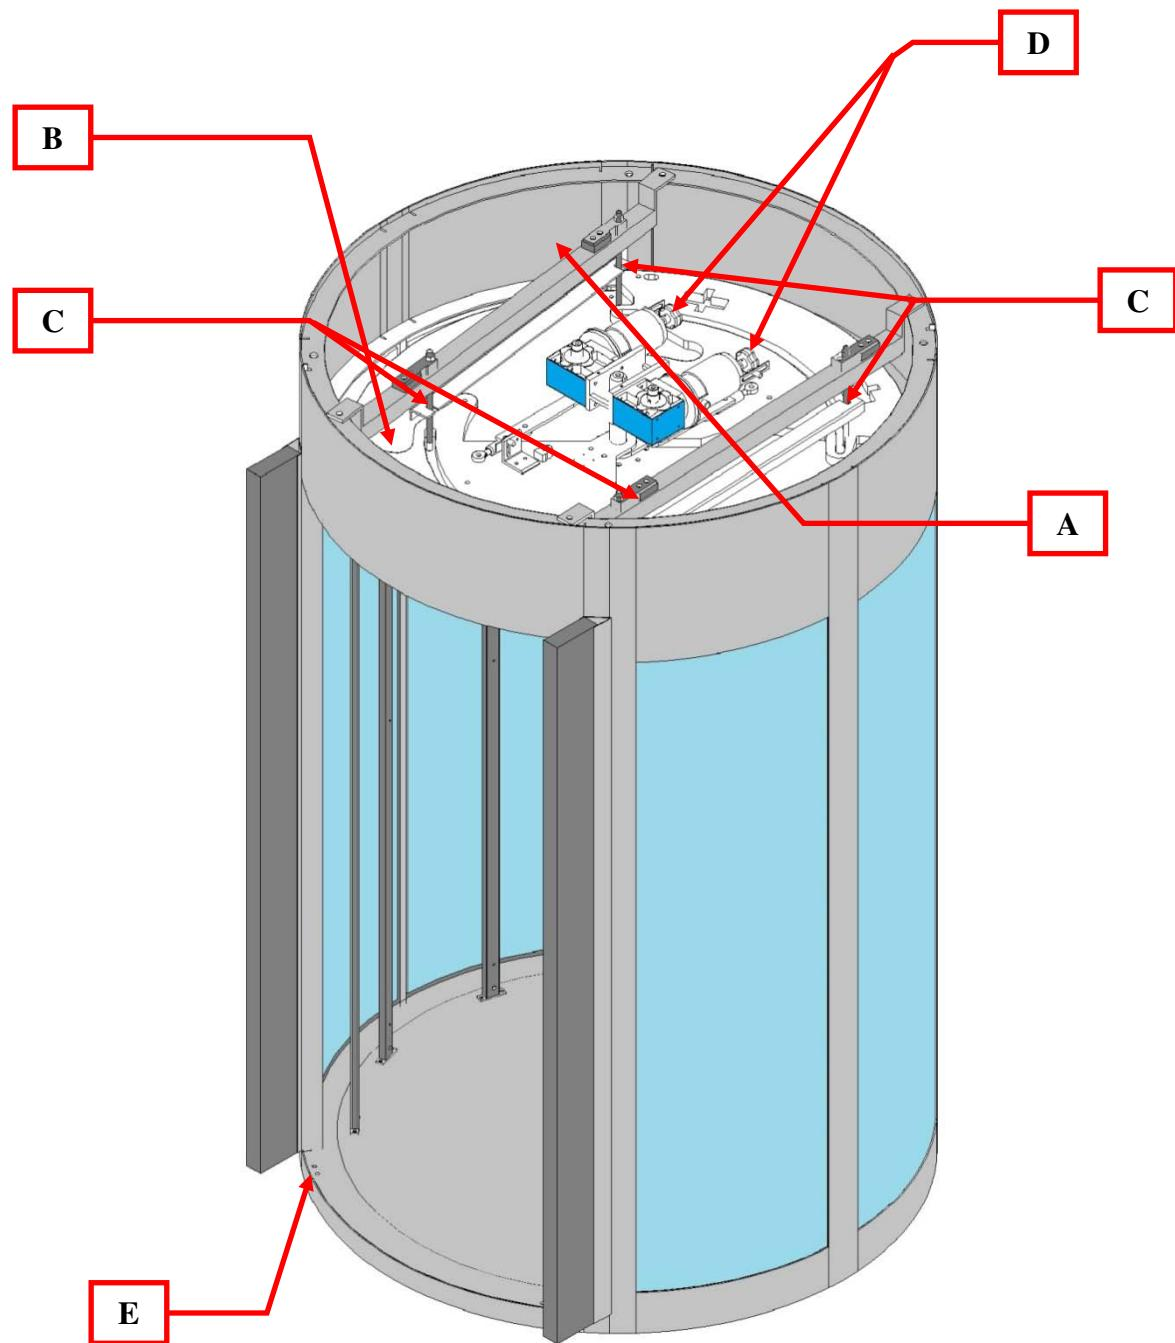
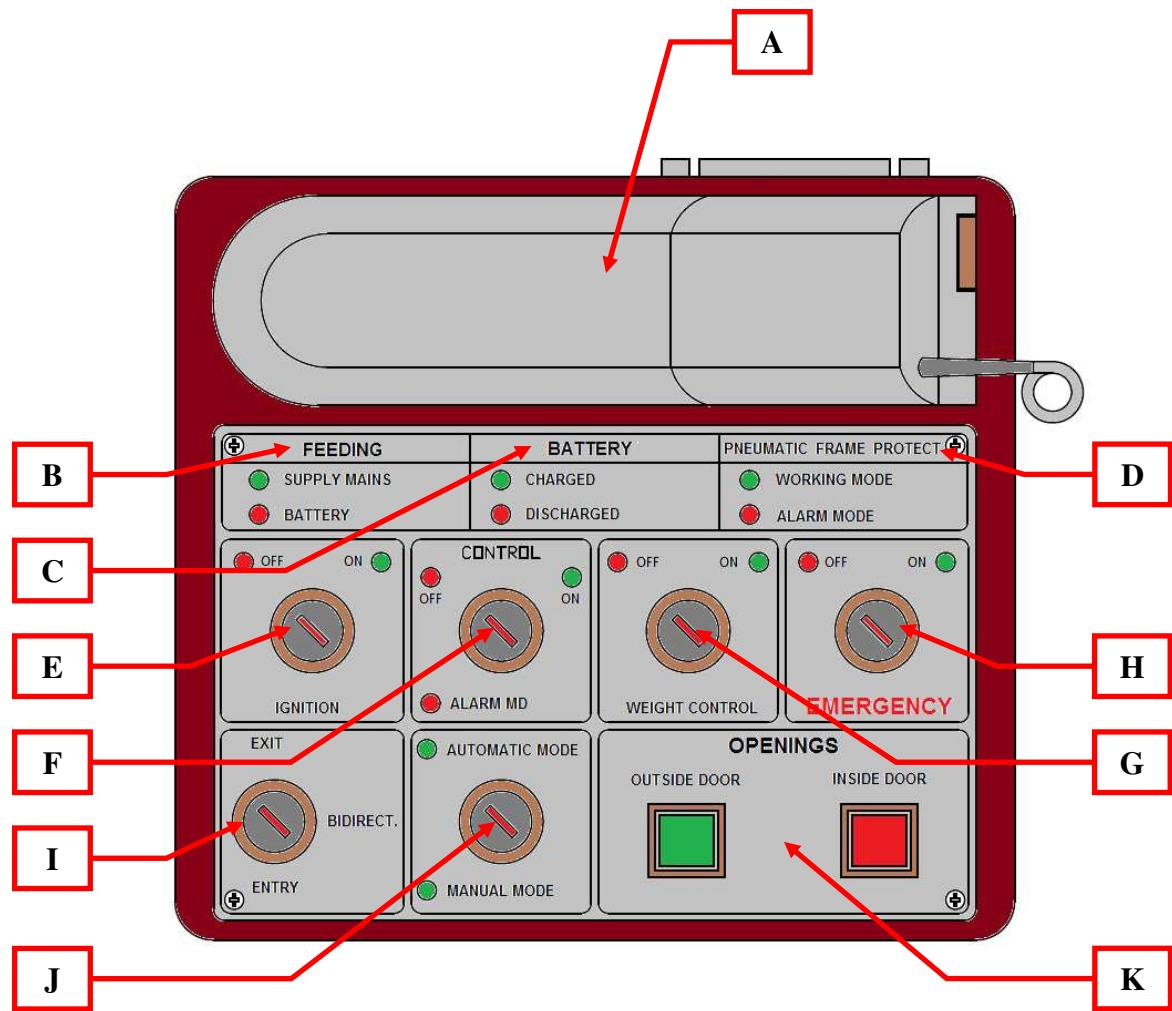

Рис. 1
Рис. 2
- Прикрепите дверь для обеспечения безопасности к полу, таким образом, чтобы она была выровнена и не колебалась. Для того чтобы стабилизировать дверь для обеспечения безопасности, снимите четыре резиновых протектора под рамой основания (см. рис.1., ссылка L) и отрегулируйте стабилизирующие ножки. Для того чтобы завинтить или отвинтить ножки необходим ключ с торцевой головкой на 6 мм (рис.1. ссылка I). Устойчивость двери для обеспечения безопасности на полу имеет фундаментальное значение для корректной работы.
- Проложите кабель электропитания ( $2 \times 2.5 \text{ мм}^2 + \text{заземление}$ ) над крышей двери для обеспечения безопасности (см.рис. 1., ссылка N) и подсоедините его к выключателю сети, расположенному внутри верхнего отсека (см. рис. 1., ссылка D). Выключатель сети состоит из двух модулей. Первый выключатель отключает питание от электросети, а второй выключатель отключает батарейное питание.
- Проложите кабель консоли (пульта) (рис. 1., ссылка O) поверх крыши двери для обеспечения безопасности внутри кабельного желоба или внутри трубы соответствующих размеров вплоть до того места, где консоль (пульт) должна быть установлена.
- Ослабьте винты наверху крыши посередине двери для обеспечения безопасности, которыедерживают транзитную конструкцию во время транспортировки (рис. 1., ссылка E).
- Включите дверь для обеспечения безопасности с помощью главного выключателя (клавиша включения) на консоли (пульте) (рис. 2., ссылка E), а также используя клавишу, расположенную на наружной стороне передней секции двери для обеспечения безопасности (рис. 1., ссылка M).
Если прерывание продолжается дольше 20 секунд, оптико-акустический сигнал тревоги генерируется в консоли (пульте) (неправильное функционирование, рис. 2., ссылка D), который предупреждает оператора о неисправности в этой системе предотвращения аварий.
Дверь для обеспечения безопасности может быть активизирована/дезактивирована с помощью клавиши "Включ.", расположенной на консоли (пульте) (рис. 2., ссылка Е) или с помощью клавиши, расположенной на внешней передней секции двери для обеспечения безопасности (рис. 1., ссылка М).
При закрытии помещения по завершении последнего прохода (выхода) можно дезактивировать дверь для обеспечения безопасности посредством использования клавиши, расположенной на внешней передней секции двери для обеспечения безопасности (рис. 1., ссылка М) (процедура "Последний Выход"). Это возможным только, если клавиша «Включ.» на пульте управления находится в положении «включено» (ON) (рис. 2., ссылка Е), независимо от позиций любых других клавиш или селекторных переключателей. При открытии помещения можно активировать дверь для обеспечения безопасности, используя ту же самую клавишу, расположенную на внешней передней секции (рис. 1., ссылка О) (процедура "Первый вход"). Эта процедура автоматически активизирует первый цикл открытия двери, которая может быть использована для реализации прохода типа «первый вход». Если по любой причине, включая возможное вмешательство металлодетектора, процедура прохода не завершается, то эта процедура может быть повторена посредством выключения и включения внешней клавиши снова.
**ВАЖНО:** При закрытии, если клавиша "Включ." на консоли (пульте) перемещена в положение «выключено»(OFF), то дверь для обеспечения безопасности может быть использована для выхода, но не для входа. По этой причине, для того чтобы использовать процедуру «Первый вход/ Последний выход» клавиша "Включ." на консоли (пульте) должна быть включена (ON).
Для того чтобы позволить кому-либо с металлическими предметами или оружием войти, для этого лица не нужно выходить из двери для обеспечения безопасности (если оно уже вошло внутрь), поскольку оператор может выключить металлодетектор с помощью клавиши, смонтированной на консоли (пульте) (рис. 2. ссылка F), после чего лицо (лица) может штатно войти внутрь.
Во время тех рабочих часов, когда необходимо предотвратить вход публики, достаточно выключить кнопку внешнего вызова двери. Для того, чтобы сделать это просто переключите клавишу, которая управляет типом режима на «РУЧНОЙ» (рис. 2. ссылка J).
Имеется специальная клавиша на консоли (пульте) (рис. 2., ссылка H) для выполнения одновременного открытия двух дверей для обеспечения безопасности.
В этом случае, откройте люк, расположенный на внутренней фронтальной поверхности над отсеком прохода (рис. 1., ссылка G), и посредством поворачивания специальных ручек, смонтированных на валу каждого двигателя (рис. 1., ссылка H) вращайте до тех пор, пока двери не откроются полностью. Для предотвращения аварий важно, всегда выполнять эту операцию, после дезактивации выключателя сети двери для обеспечения безопасности (рис. 1., ссылка D).
В случае необходимости разрешить одновременный проход двух человек, достаточно выключить орган управления, расположенный на консоли (пульте) (рис. 2., ссылка G).
Для восстановления нормального рабочего режима, необходимо выключить дверь для обеспечения безопасности с помощью клавиши, расположенной на консоли (пульте) (рис. 2., ссылка Е), а затем через несколько секунд включить ее снова.
В ссылках на рис. 2 указаны следующие функции пульта управления: